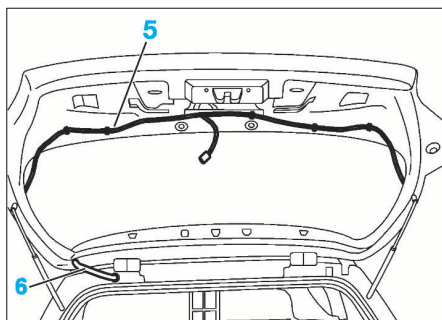

FIG. 45
- Dégager (Fig.45) :
- le faisceau (5) du volet arrière
- le soufflet de passage (6) du faisceau.